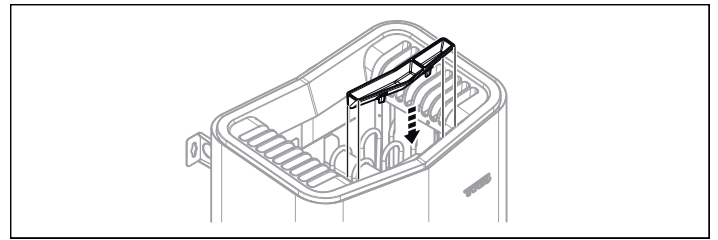

Рисунок 9: Установка подставка для флакона с ароматизатором/увлажнителя воздуха
7. Установите чашу для трав/увлажнитель воздуха (см. Рисунок 9).